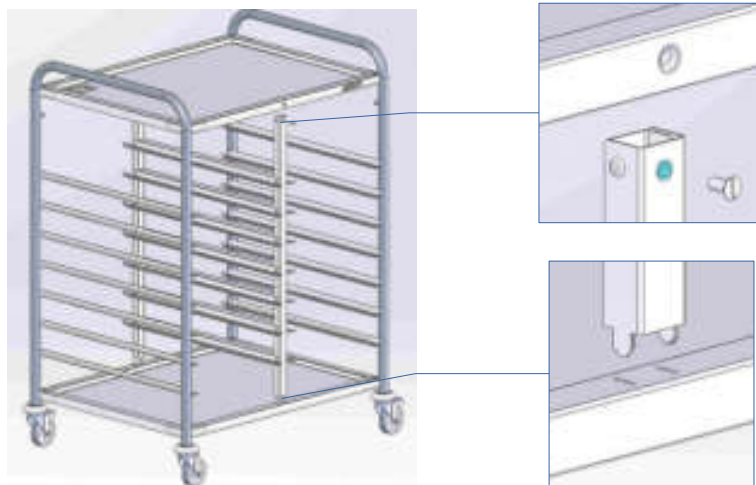

Рис.1
4.2 Перед установкой верхней полки установите стойку промежуточную между полками и прикрепите винтом М5х12 (рис.1).